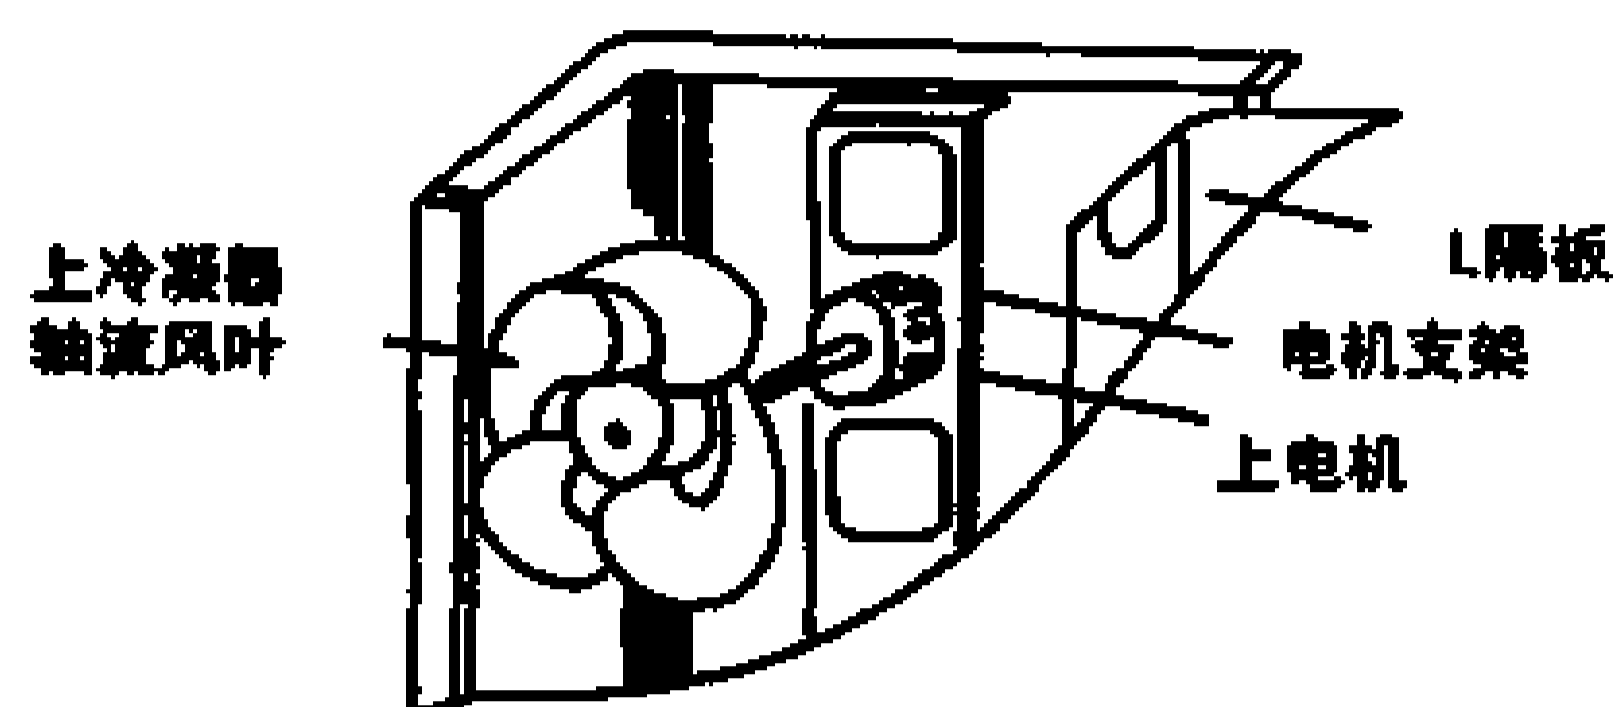

图 17-2-21
(3) 松开顶板上的四颗螺钉，可将顶板取下来。(三匹要先拆下左侧板)。(4) 松开前壳板与侧板底盘，冷凝器边板的螺钉，可拆下前壳板。如图 17-2-21。